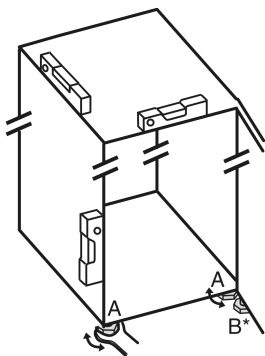

Fig. 27
- Zhvendosni këmbëzat me rregullim Fig. 27 (A) me çelës fiso dhe me ndihmën e një niveli me ujë, derisa pajisja të jetë niveluar mirë.
- Zhvendosni këmbëzat me rregullim Fig. 27 (B) në bazamentin mbështetës me çelësat fiso të përfshirë në paketim, derisa të jetë mbështetur mbi dyshteme.
- Rrotullojeni këmbën me rregullim Fig. 27 (B) sërish maksimumi 90°, për të parandaluar dëmtimin e derës.